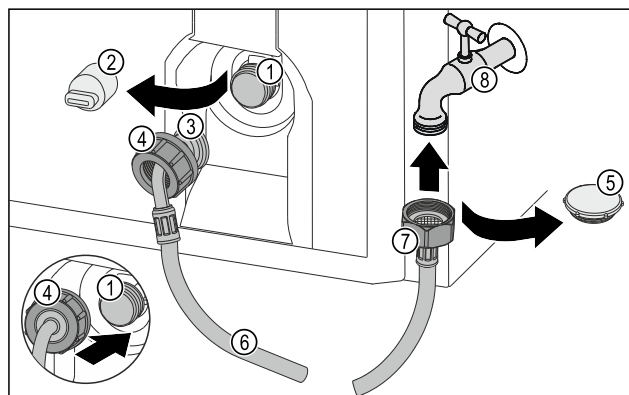

Fig. 19 Beispielhafte Darstellung
- Abdeckung Fig. 19 (2) abziehen.
- Mutter Fig. 19 (4) über abgewinkeltes Schlauchende Fig. 19 (3) bis zum Ende schieben und festhalten.
- Mutter Fig. 19 (4) vorsichtig auf das Magnetventil Fig. 19 (1) ansetzen und festhalten.
- ▶ Mutter Fig. 19 (4) mit der Hand gerade auf das Gewinde schrauben, bis ein sicherer und fester Sitz erreicht ist.
- ▶ Verschlusskappe Fig. 19 (5) entfernen.
- ▶ Gerades Schlauchende Fig. 19 (7) am Wasserhahn Fig. 19 (8) ansetzen.
- ▶ Mutter am geraden Schlauchende Fig. 19 (7) im Uhrzeigersinn festziehen.